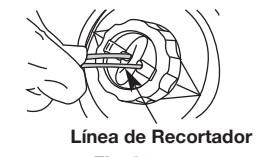

Fig. 31
2. Usando 16 pies (4.8 m) de 2.41 mm (0.095 pulg.) línea empuje del reemplazo ambos extremos de la línea a través de los agujeros en la perilla del topetón hasta que resalten a través de los ojeteadores en ambos lados del cabezal cortador. Continúe tirando de la línea hasta que aproximadamente 8 pies (2.4 m) es visible de ambos lados del cabezal cortador. (Fig. 31)
3. Lleve a cabo la cubierta del carrete, dé vuelta a la perilla del topetón a la derecha para enrollar la línea alrededor del carrete hasta cerca de 5 pulg. (12.7 cm) está resaltando de cada lado del cabezal cortador. (Fig. 31)